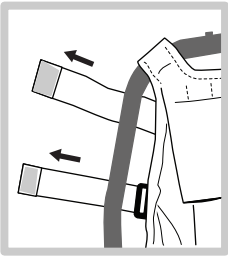

Figura 4
- a. Las correas de velcro se sujetarán al caño doblado con los pernos (Figura 4).